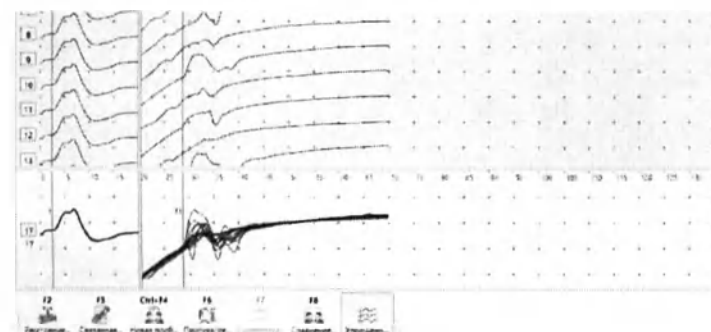

Рис. 136. Измерение минимальной латентности F-волны
1. Измерение проводится с помощью двух маркеров: маркера начала М-ответа и маркера минимальной латентности F-волны (рис. 136).